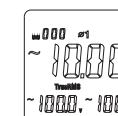

图7-2
- 若需要测量三相总功率，需按“ Σ ”键，如图7-2，将第一相位的当前测量值进行功率求和存贮。